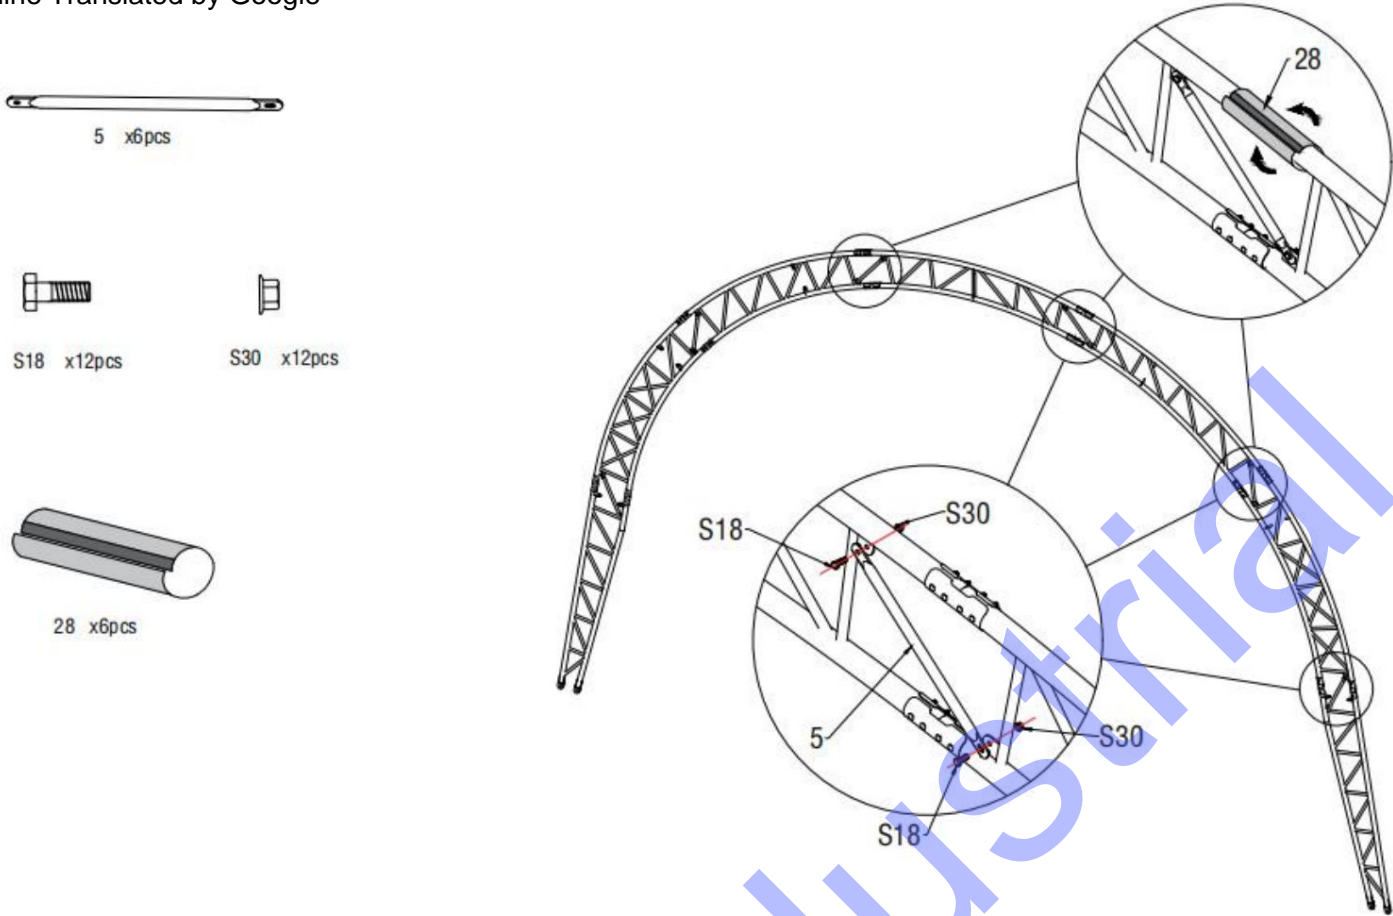

Figure 5
3. Comme le montre la figure 5, utilisez la sangle de support entre l'arche (n° 5) pour connecter le toit supérieur tube (n° 1) avec un boulon hexagonal 10 x 30 mm (n° S18). Placez ensuite la protection en PVC sur le tube extérieur de la connexion de l'arche pour protéger la couverture du toit des rayures causées par le joint extérieur. Assemblez le reste de l'autre groupe d'arcs à double ferme comme ceci.